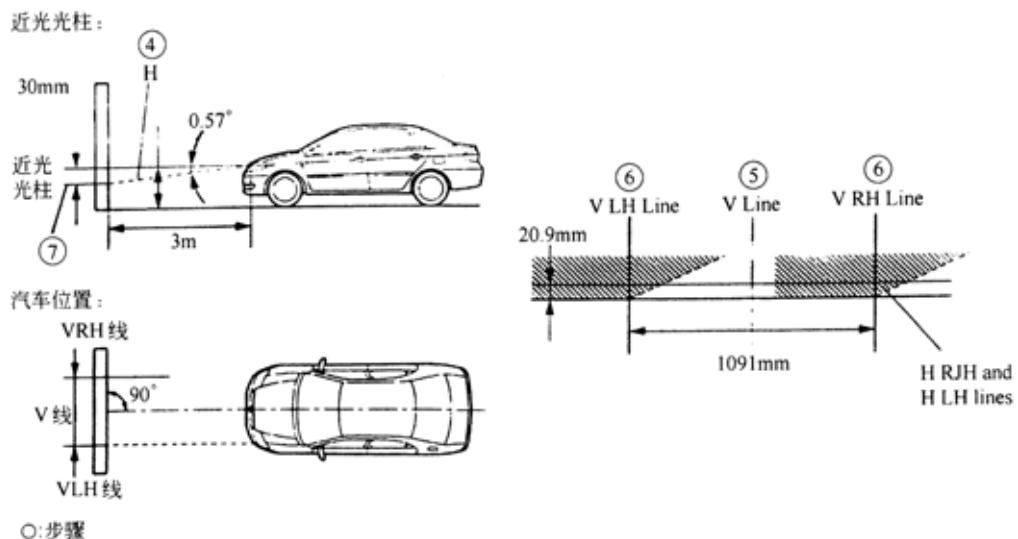

图 9-48
- (1) 准备一张白色的薄纸。
- (2) 把纸垂直放置在距离前照灯 3m 的位置。
- (3) 如图 9-48 所示, 确保车辆中心线与纸面成 90° 角。
- (4) 在纸上画一条水平线(H 线), 表示前照灯可能的照射位置。
- (5) 画一条垂直线(V 线)表示车辆的中心。
- (6) 画两条垂直线表示两侧的前照灯可能的照射位置。
(11)检查前照灯的照射位置是否符合图9-48所示标准。